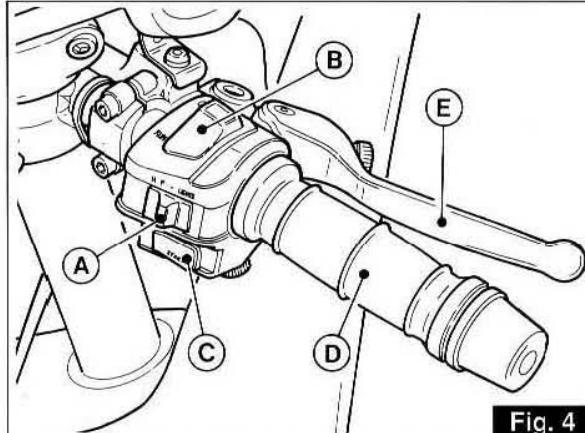

Fig. 4
**Position «P»** direction bloquée. Moteur éteint; interrupteur «A» de la fig. 4 à la position «P»: feu de parking. Clé extractible.
**«P»-Stellung:** Lenkung gesperrt. Motor aus; mit dem in der Abb. 4 dargestellten Schalter wird das Parklicht aktiviert. Der Schlüssel ist ausziehbar.
#### Interrupteur «A» (fig. 4)
### 3.6 BOUTON DE DEMARRAGE ET INTERRUPTEUR D'ARRÊT MOTEUR (fig. 4)
#### Schalter «A» (Abb. 4)
### 3.6 DRUCKSCHALTER ZUM ANLASSEN UND SCHALTER ZUM ABSTELLEN DES MOTORS (Abb. 4)
### 3.7 POIGNÉE DE COMMANDE DES GAZ (``D`` fig. 4)
### 3.8 LEVIER DE COMMANDE DU FREIN AV (``E`` fig. 4)
### 3.7 GASDREHGRIFF (``D`` in Abb. 4)
### 3.8 VORDERRADBREMSHEBEL (``E`` in Abb. 4)